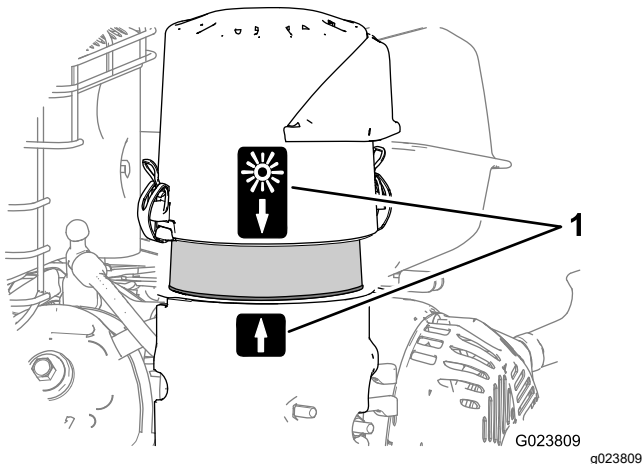

Figura 33
8. Allineate l'adesivo a forma di freccia sul coperchio del filtro dell'aria all'adesivo a forma di freccia sulla base (Figura 33).